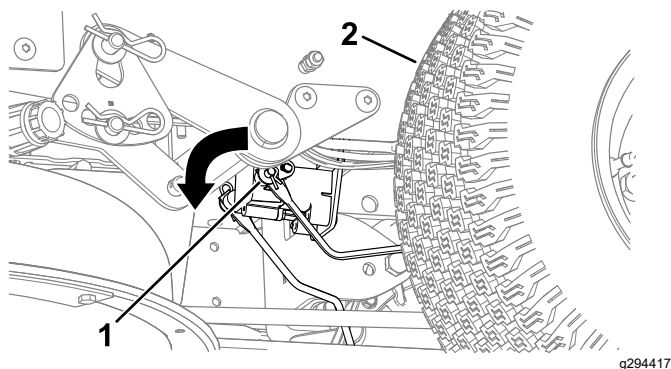

Figure 53
3. Localisez l'arbre sur le frein électrique au point de connexion des bras de liaison (Figure 53).
4. Tournez l'arbre pour desserrer le frein (Figure 53).